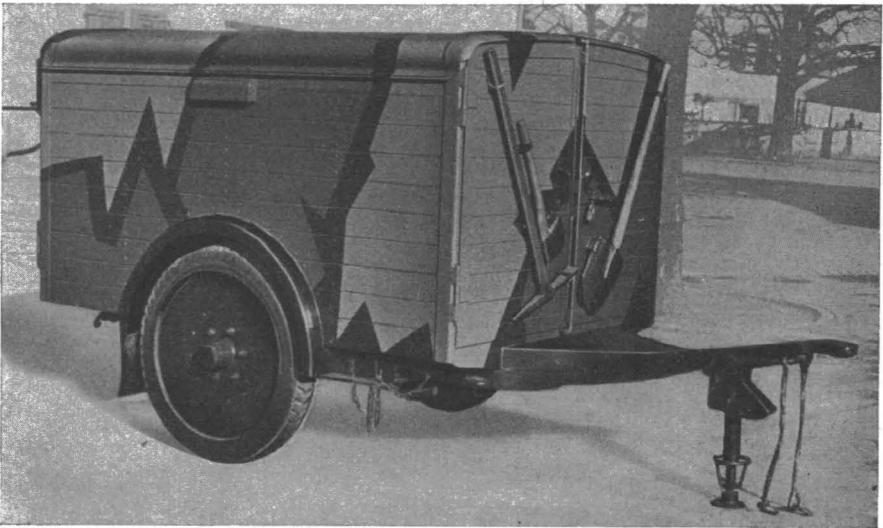

Bild 1
2. Die einzelnen Teile sind in Kisten untergebracht und werden in der Regel auf einem besonderen Anhänger transportiert. (Siehe Bild 1.)